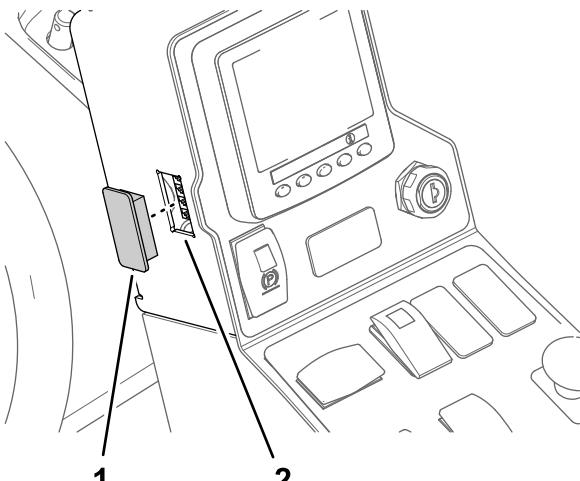

Figura 16
1. Desde dentro del panel de control, presione sobre el tapón para sacarlo del lateral del brazo (Figura 16).